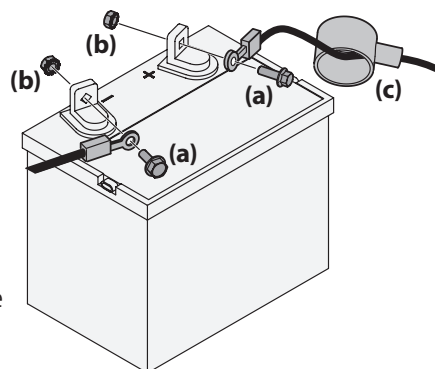

Figure 17
- Retirez le protecteur en plastique, le cas échéant, de la borne positive. Connectez le raccord rouge à la borne positive (+) avec un boulon et un écrou. Voir Figure 17.
- Retirez le protecteur en plastique, le cas échéant, de la borne négative de la batterie et fixez le câble noir à la borne négative (-) avec un boulon (a) et un écrou (b). Voir Figure 17.
- Replacez le capuchon rouge en caoutchouc (c) sur la borne positive (+) de la batterie pour la protéger contre la corrosion. Voir Figure 17.